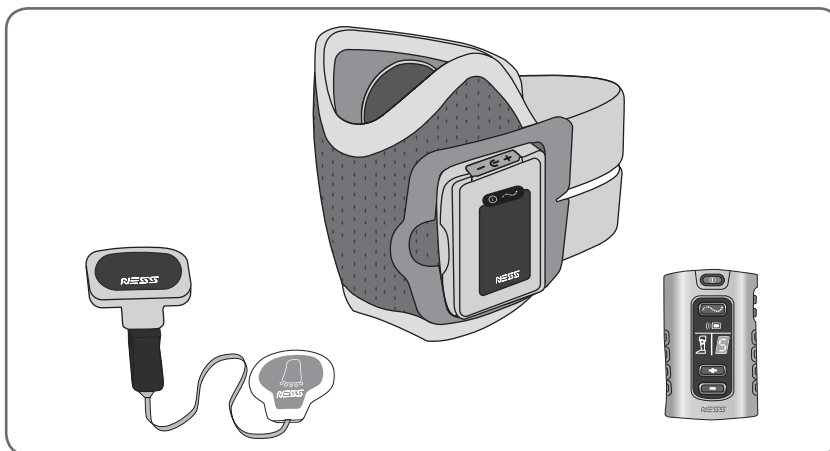

Abbildung 9-1: Einrichtung der Registrierung
2. Legen Sie die L300-FS-Manschette mit angebrachter RF-Stimulationseinheit, dem Intelli-Sense Gait Sensor und der neuen Steuereinheit auf einen Tisch. Achten Sie darauf, dass die einzelnen Komponenten nahe beieinander liegen, sich jedoch nicht berühren. (Siehe Abbildung 9-1.)